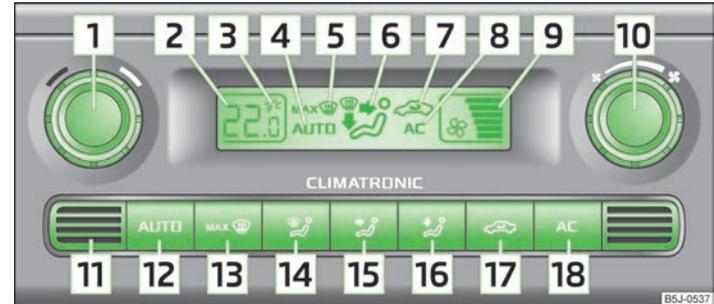

Fig. 77 Climatronic: Elementos de mando
- > (AC) 18 » fig. 77 de la página 76 conectado.
- > Pulsar la tecla (AUTO) 12 » fig. 77 de la página 76.
Pulsar y mantener pulsadas al mismo tiempo las teclas (AUTO) y (AC) » fig. 77 de la página 76. En el display aparecerán los datos en la unidad de medida deseada de la temperatura.
En la parte inferior del aparato se ubica el sensor de la temperatura del habitáculo **11** » fig. 77. No cubrir con adhesivos ni tapar el sensor; de lo contrario, esto podría influir negativamente sobre el Climatronic.
- Pulsar la tecla **(AUTO)** **12** » fig. 77 de la página 76, en la pantalla se visualiza **AUTO**.
- Después de conectar el encendido, se puede ajustar la temperatura interior deseada con el regulador giratorio **1** » fig. 77 de la página 76.
- Pulsar la tecla  **17** » fig. 77 de la página 76, en la pantalla se muestra el símbolo .
- Pulsar de nuevo la tecla  **17** » fig. 77 de la página 76, el símbolo  se apaga en la pantalla.
- Girar el regulador giratorio **10** » fig. 77 de la página 76 hacia la izquierda (disminuir el número de revoluciones del ventilador) o hacia la derecha (aumentar el número de revoluciones del ventilador).
- Pulsar la tecla **MAX** **13** » fig. 77 de la página 76.
- Pulsar de nuevo **MAX** **13** » fig. 77 de la página 76 o **AUTO**.